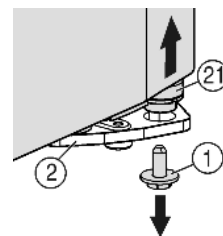
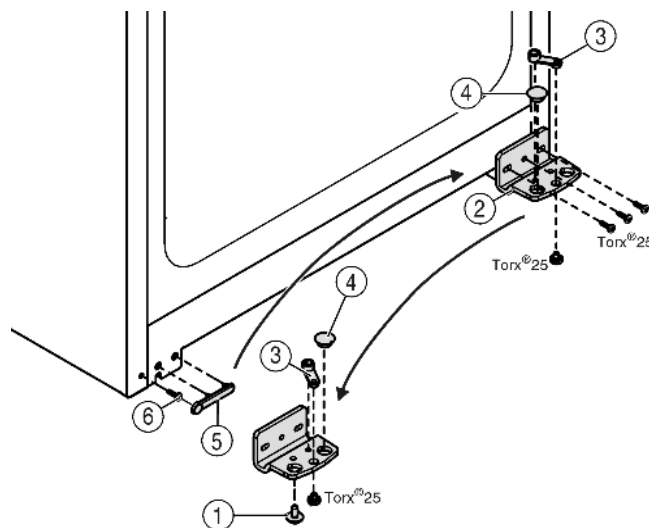

Fig. 4
Fig. 5
- ▶ Внизу справа на опорном кронштейне выкрутите фиксирующий винт Fig. 4 (1).
- ▶ Опорный палец Fig. 4 (21) можно извлечь из опорного кронштейна Fig. 5 (2).
- ▶ Если установочный винт Fig. 4 (21) не откручивается, его можно вынуть, нажав на него снизу.
- ▶ Открутите опорный кронштейн Fig. 5 (2).
- ▶ Открутите опорную деталь Fig. 5 (3) и, переставив в отверстие на противоположной стороне опорного кронштейна, снова прикрутите.
- ▶ Извлеките заглушку Fig. 5 (4) из опорного кронштейна и переставьте ее в отверстие на противоположной стороне опорного кронштейна.
- ▶ Осторожно снимите крышку со стороны ручки Fig. 5 (5).
- ▶ Выкрутите болт Fig. 5 (6) и вкрутите на противоположной стороне.
- ▶ Снова установите крышку Fig. 5 (5).
- ▶ Снова прикрутите опорный кронштейн Fig. 5 (2) на новой стороне шарнира (**с моментом 4 Нм**). При необходимости используйте аккумуляторный шуруповерт.
- ▶ Вкрутите фиксирующий винт Fig. 4 (1) внизу в опорный палец и затяните (**с моментом 4 Нм**).